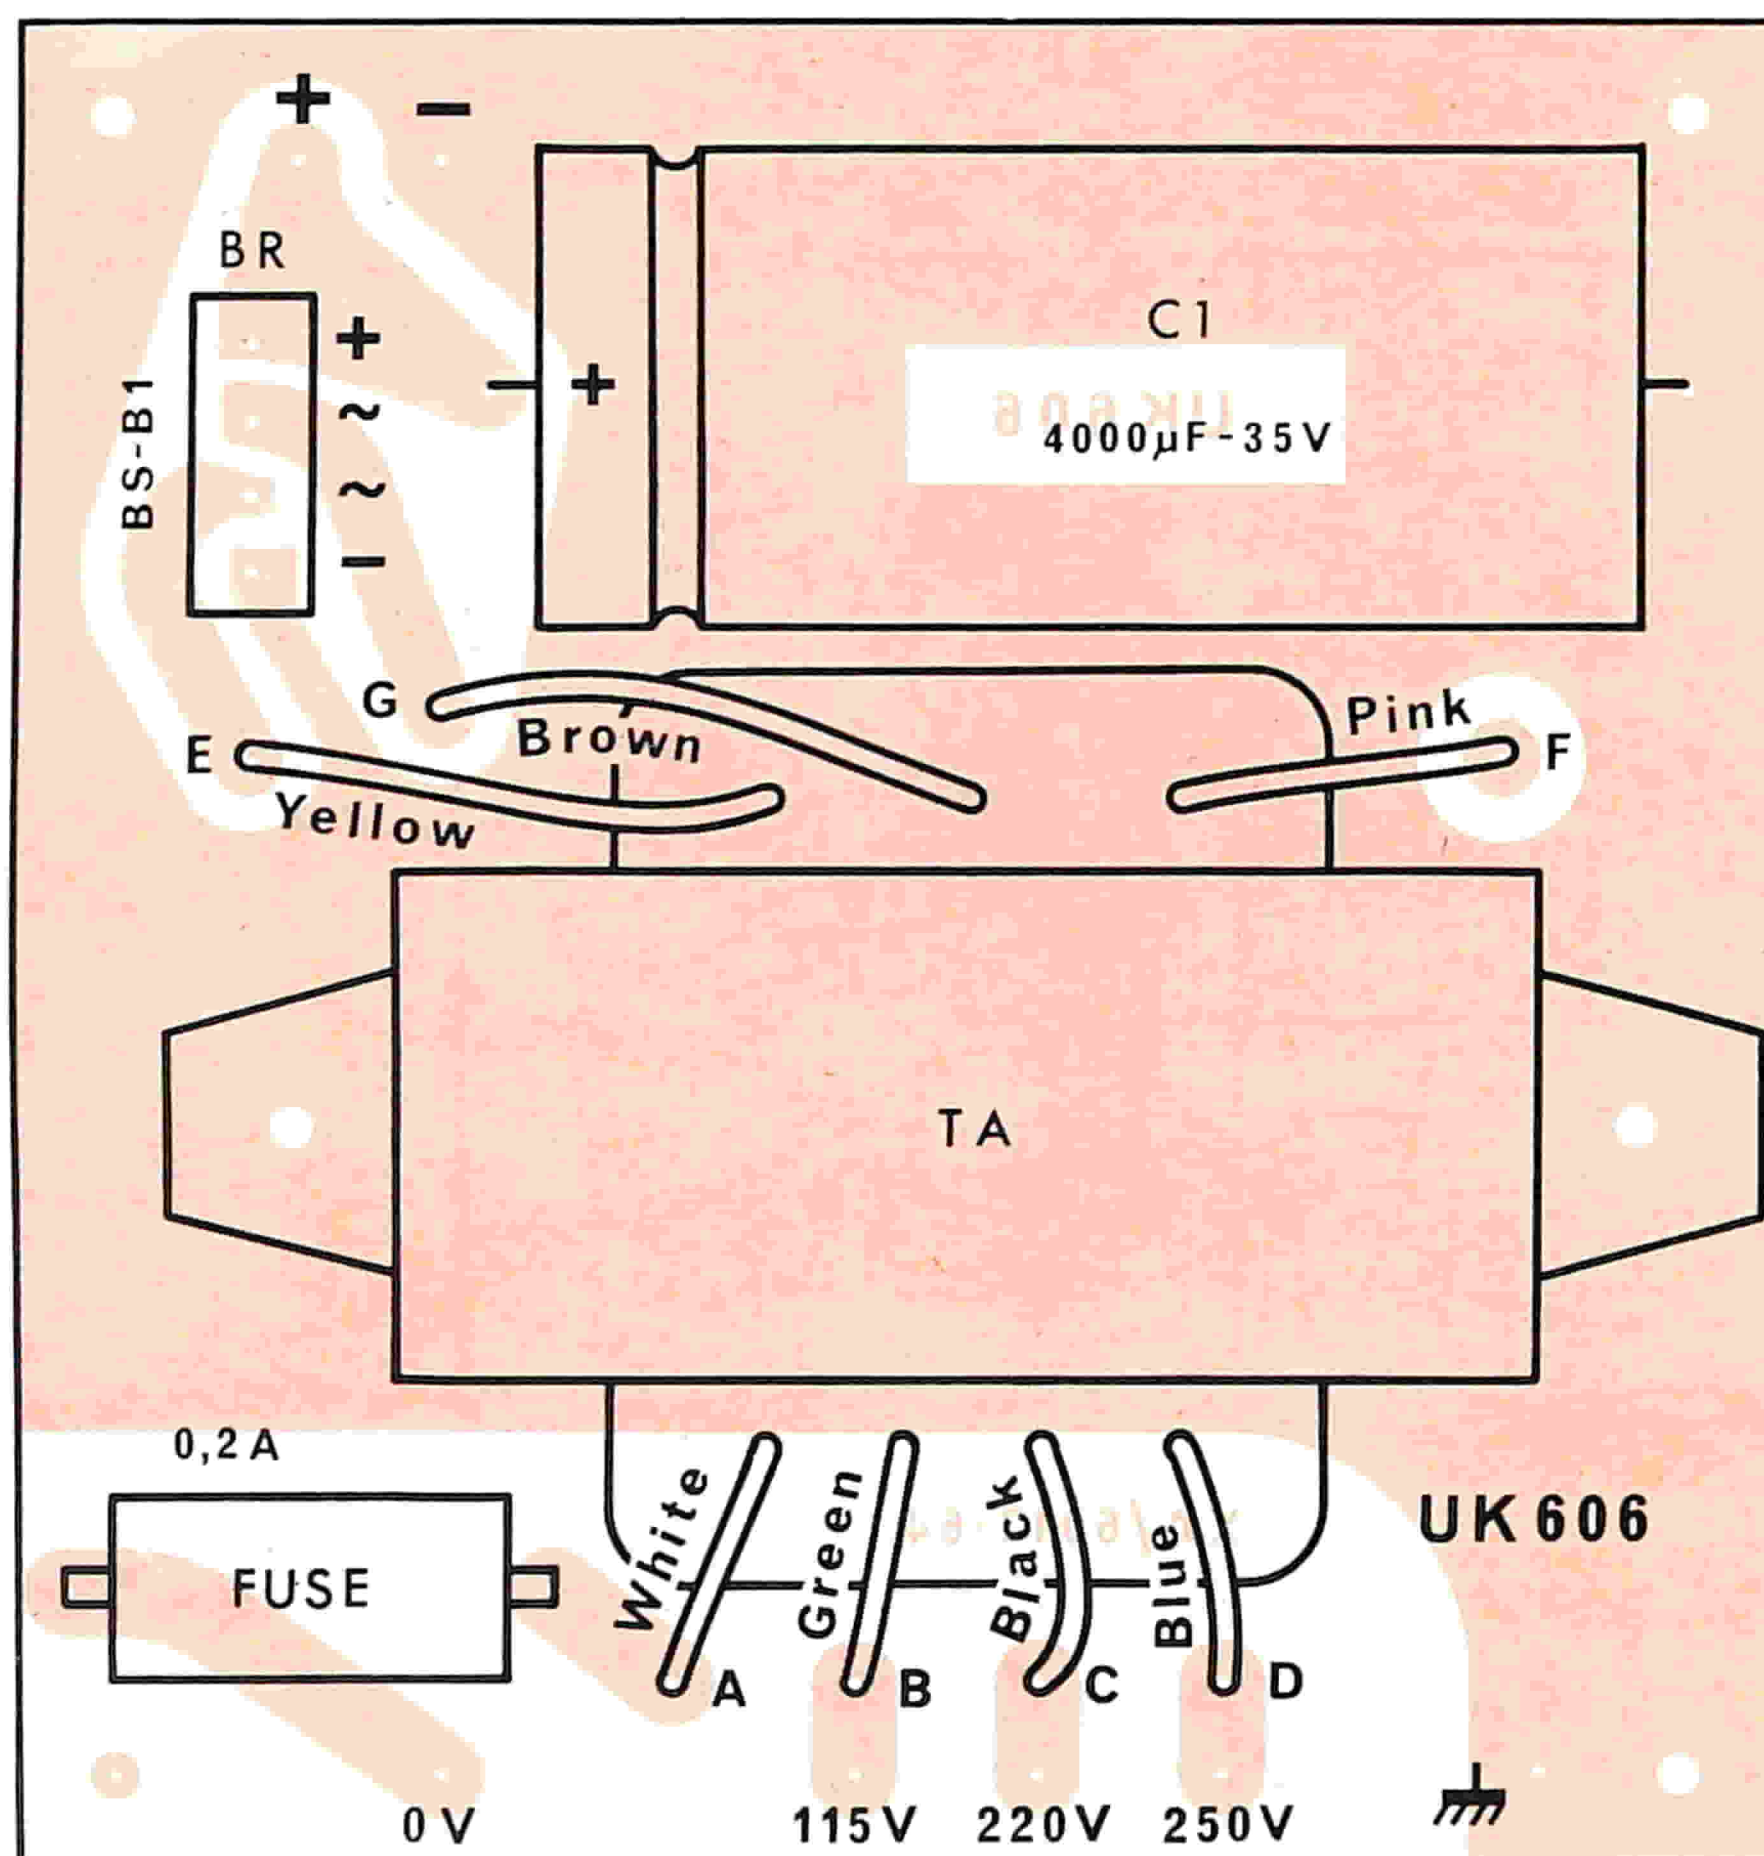

Fig. 5 - Montaggio dei componenti sulla basetta a circuito stampato.
Per facilitare il compito dell'esecutore pubblichiamo la fig. 5 dove appare la serigrafia del circuito stampato, sulla quale abbiamo sovrapposto l'esatta disposizione dei componenti.
1° FASE - Montaggio dei componenti sul circuito stampato (Fig. 5).
□ Sul circuito stampato di fig. 5 montare il trasformatore di alimentazione orientandolo in modo che i fili del secondario (colore rosa, marrone e giallo) siano rivolti verso il condensato-